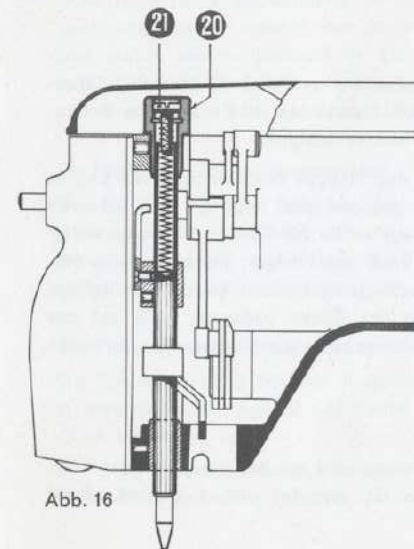

Abb. 16
Wichtig für den Erfolg einer guten Naht ist der Druck des Nähfußes auf den zu nähenden Stoff. Für normale Arbeiten soll der Nähfußdruck 1200 Gramm betragen. Bei leichteren, dünnen Stoffen kann der Druck etwas schwächer, bei dicken Stoffen stärker sein. Er wird reguliert an der in der Stoffstangenbüchse (20) sitzenden Schraube (21). Durch Drehen der Schraube im Uhrzeigersinn mit Hilfe eines Schraubenziehers wird der Druck vergrößert, und durch Drehen gegen den Uhrzeigersinn wird er verkleinert (Abb. 16).